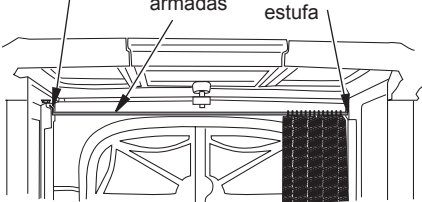

Figura 13 - Instalación de la rejilla en la estufa (vista desde la parte posterior de la estufa)
2. Desde la parte posterior de la estufa, inserte la varilla en el orificio que se ubica dentro de la parte delantera derecha de la estufa, como se muestra en la figura 13.
3. Deslice el lado izquierdo de la varilla hacia dentro de la ranura que se encuentra dentro de la parte delantera izquierda de la estufa (consulte la figura 13).